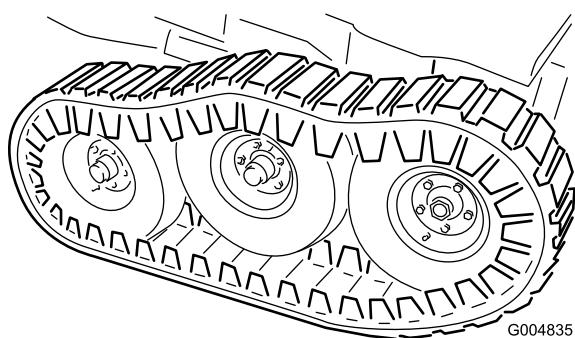

Figura 121
51. Instale las arandelas planas ($\frac{1}{2}$ ") y las contratuerca en el espárrago del pivote del bogie (Figura 121) y apriételas a 102 N·m (75 pies-libra).